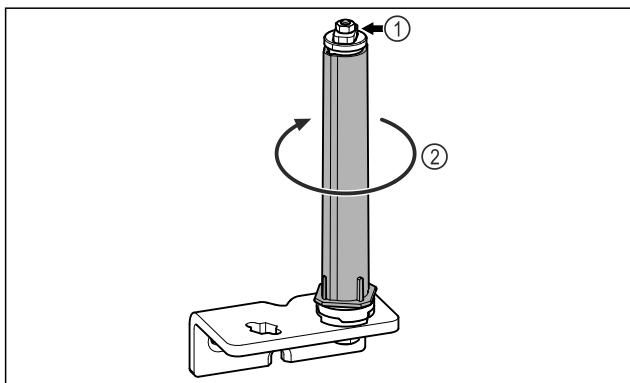

Fig. 29
- ▶ Ikke demonter dørlåsesystemet Fig. 29 (1).
- ▶ Drei låsesystemet Fig. 29 (2), til det klikker.